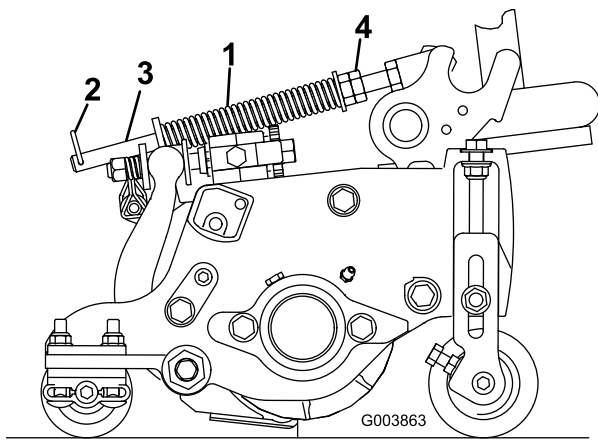

Bild 14
Die Rasenkompensierungsfeder (Bild 14) verlagert das Gewicht von der Front- zur Heckrolle. Dies reduziert ein Bobbing genanntes Wellenmuster auf der Rasenfläche.
1. Stellen Sie sicher, dass der Lastösenbolzen in das hintere Loch in der Federstange eingesetzt ist (Bild 14).
2. Ziehen Sie die Sechskantmuttern vorne an der Federstange an, bis die zusammengedrückte Länge der Feder am Reelmaster 5410 mit 12,5-cm-Schneideeinheiten 12,7 cm oder am Reelmaster 5510 und mit 17,8-cm-Schneideeinheiten 15,9 cm beträgt, siehe Bild 14.